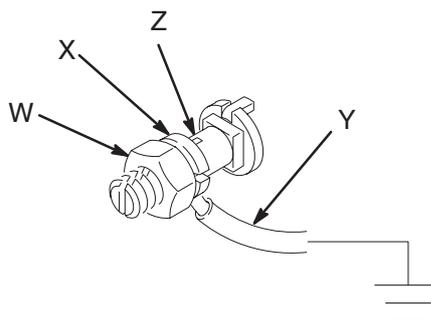

Рис. 1
1. *Насос:* используйте провод заземления и зажим, как показано на Рис. 1. Ослабьте затяжку контргайки (W) болта заземления и шайбы (X). Вставьте один конец провода заземления (Y) с минимальным сечением в 1,5 мм² в прорезь болта (Z) и надежно затяните контргайку. Подсоедините другой конец провода к надежной линии заземления. Номер детали для заказа: 237569 - Болт и провод заземления.